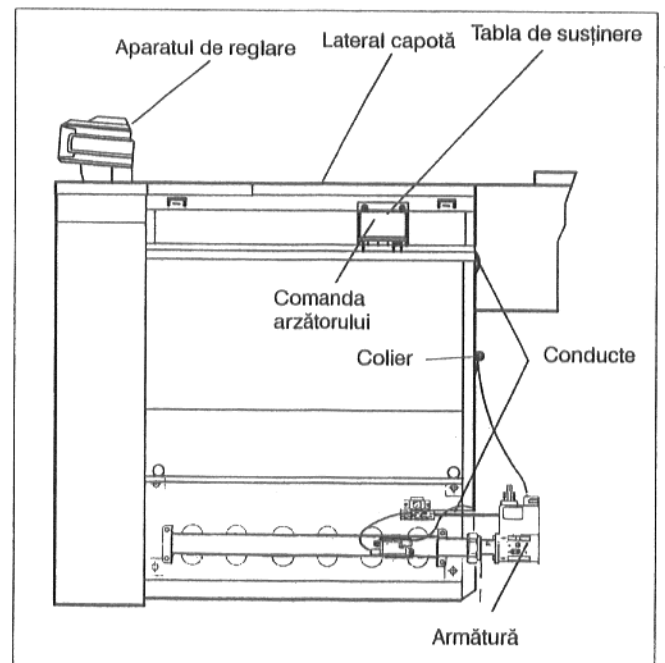

Fig. 47
- Tabla de susținere a comenzii arzătorului se va înșuruba cu 2 șuruburi de tablă la capotele laterale (Fig. 47).